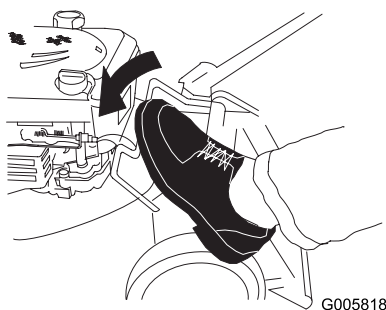

Figure 27
2. Appuyez sur le levier de déblocage du guidon avec le pied (Figure 27).